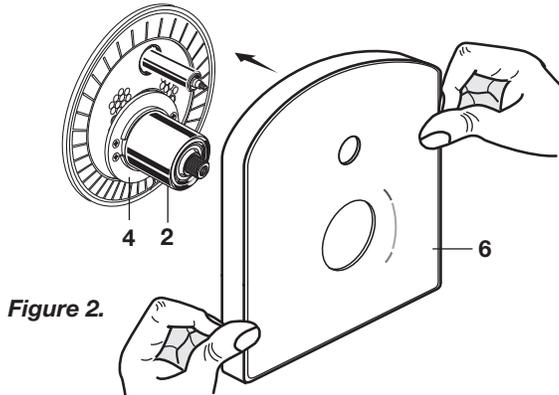

Figure 2.
- **Figure 2.** Installer la ROSACE (6) sur le CAPUCHON (2) et pousser au même niveau que le mur fini. La rosace (6) s'enclenchera sur le SUPPORT DE LA ROSACE (4).